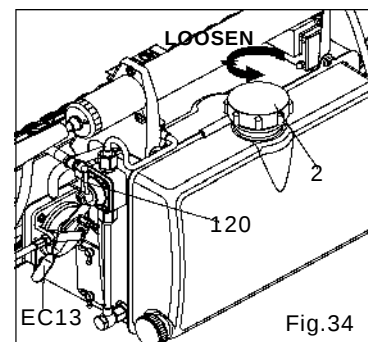

Fig.34
- Close the solution tap (120) completely (lever upwards) and release pressure from the solution tank by loosening tank cap (2) immediately. Otherwise, solution tank is still under pressure and the solution can get out when the lever is activated by mistake. (Fig. 34)
- Lösungshahn (120) vollständig schließen (Hebel nach oben) und Druck im Lösungsbehälter durch sofortiges Lösen des Tankdeckels (2) ablassen. Anderenfalls steht der Lösungsbehälter noch unter Druck und die Lösung kann austreten, wenn der Hebel versehentlich eingerückt wird (Abb. 34)